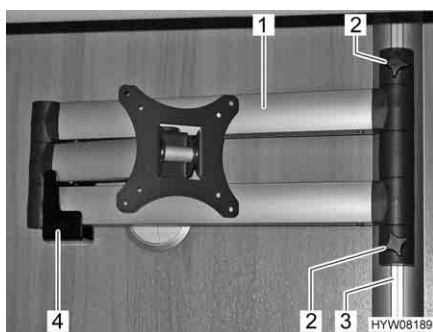

Fig. 53 Schermo piatto sul braccio snodato
- Svitare le viti a testa cilindrica zigrinata (Fig. 53,2).
- Spingere verso l'alto il braccio snodato (Fig. 53,1) nella guida (Fig. 53,3), finché esso non viene più sostenuto dal supporto (Fig. 53,4).
- Stringere di nuovo le viti a testa cilindrica zigrinata (Fig. 53,2).